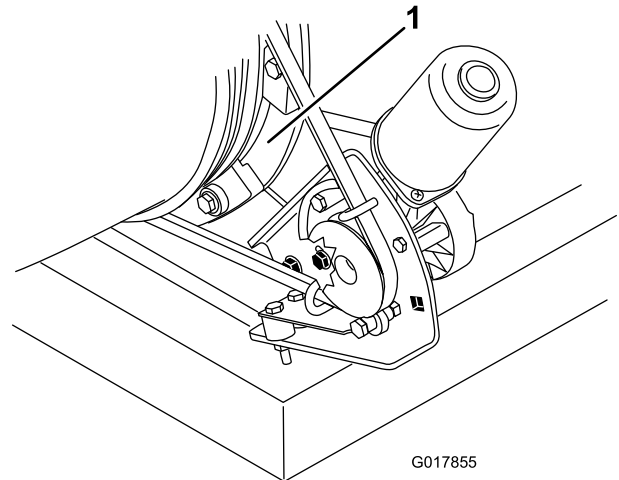

Figura 49
2. Elimine cualquier acumulación de hierba, suciedad o residuos de alrededor de las guías de la tobera y entre ellas (Figura 49).